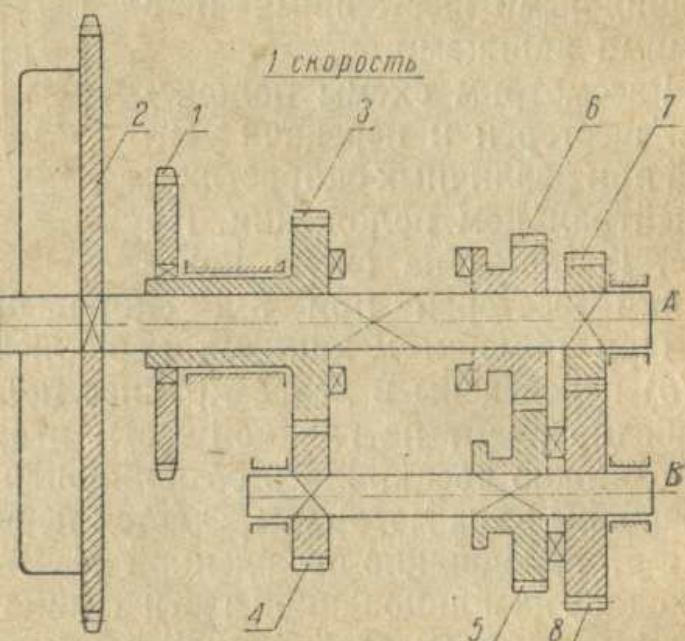

Рис. 20.
При первой скорости (рис. 20) подвижные шестерни (5) и (6) переведены в крайнее правое положение. Шестерня (6) при этом находится на гладкой части вторичного валика и, одновременно, вклю-